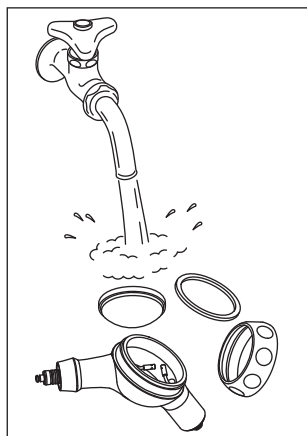

図14
③パウダーケースの内側やパウダーケースカバーの内側に付着しているパウダーを流水下で洗い流します。(図14)
④パウダーケースカバー、ゴムパッキン、カバーおさえの水分をエアーでとばし十分に乾燥し、組み立てます。